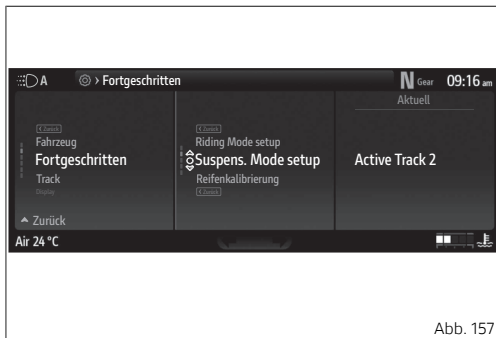

Abb. 157
- Die Option „Suspens. Mode setup“ markieren. Die aktuelle Konfiguration (Abb. 157 S.216) wird auf der rechten Seite angezeigt, dann die Taste \circ zum Bestätigen drücken.